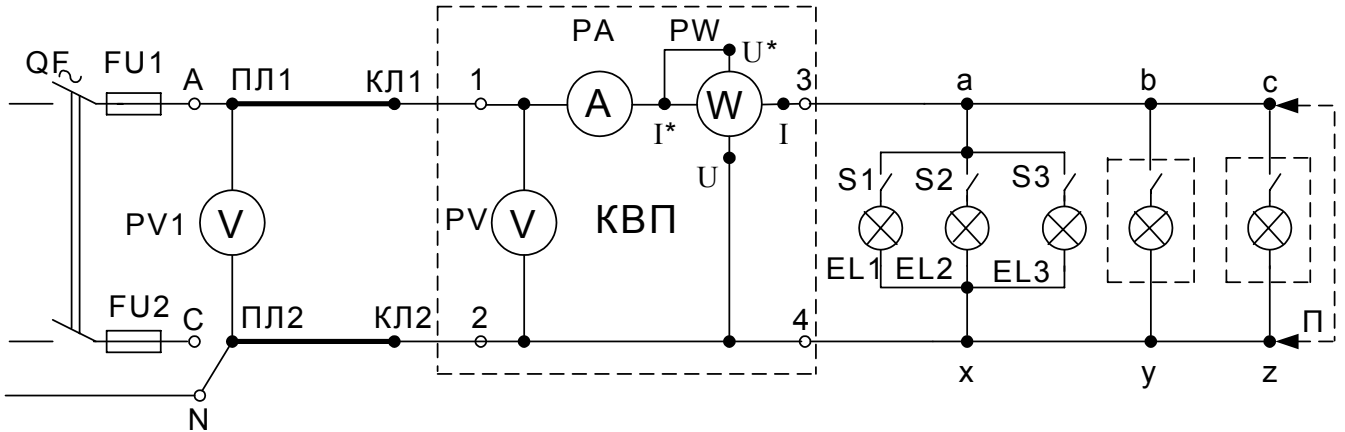

Рис.1 Принципова схема кола, що досліджується
- повысить напряжение  $U_1$  на входе ЛЭП, для чего переключить провод от зажима "N" на зажим "С" (рисунок 1).
**Мета роботи** – визначення параметрів, що характеризують змінні синусоїдні напруги та струм; встановлення якісних показників енергетичних процесів при вмиканні у мережу змінного струму резистивного (R), індуктивного (L) і ємнісного (C) елементів; уточнення особливостей складання змінних струмів (напруг).
- a) Зібрати коло за принциповою схемою рис. 1